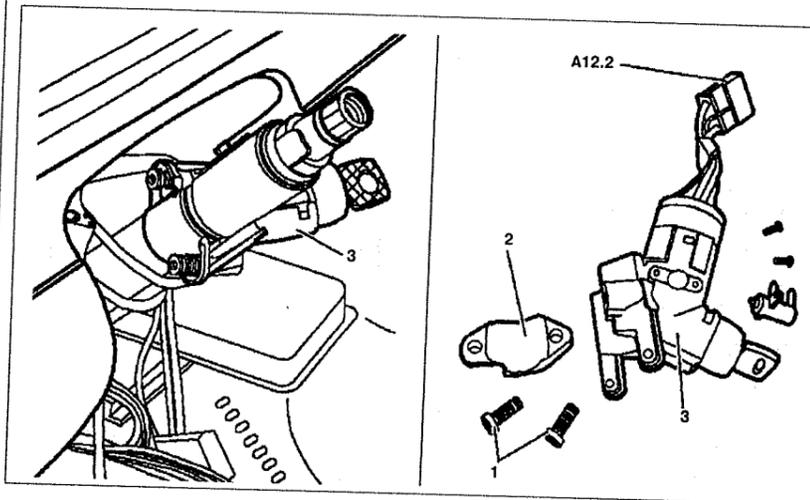

Рис. 8.4. Замок зажигания:
4. Отсоедините вакуумную трубку от замка зажигания 3 (см.рис.8.4).